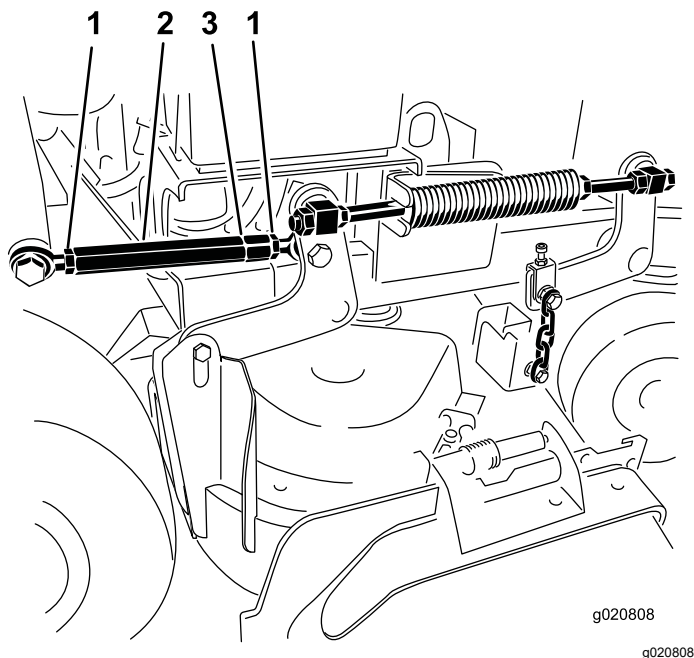

Figure 83
4. Desserrez les écrous de blocage à chaque extrémité du tendeur (Figure 83).